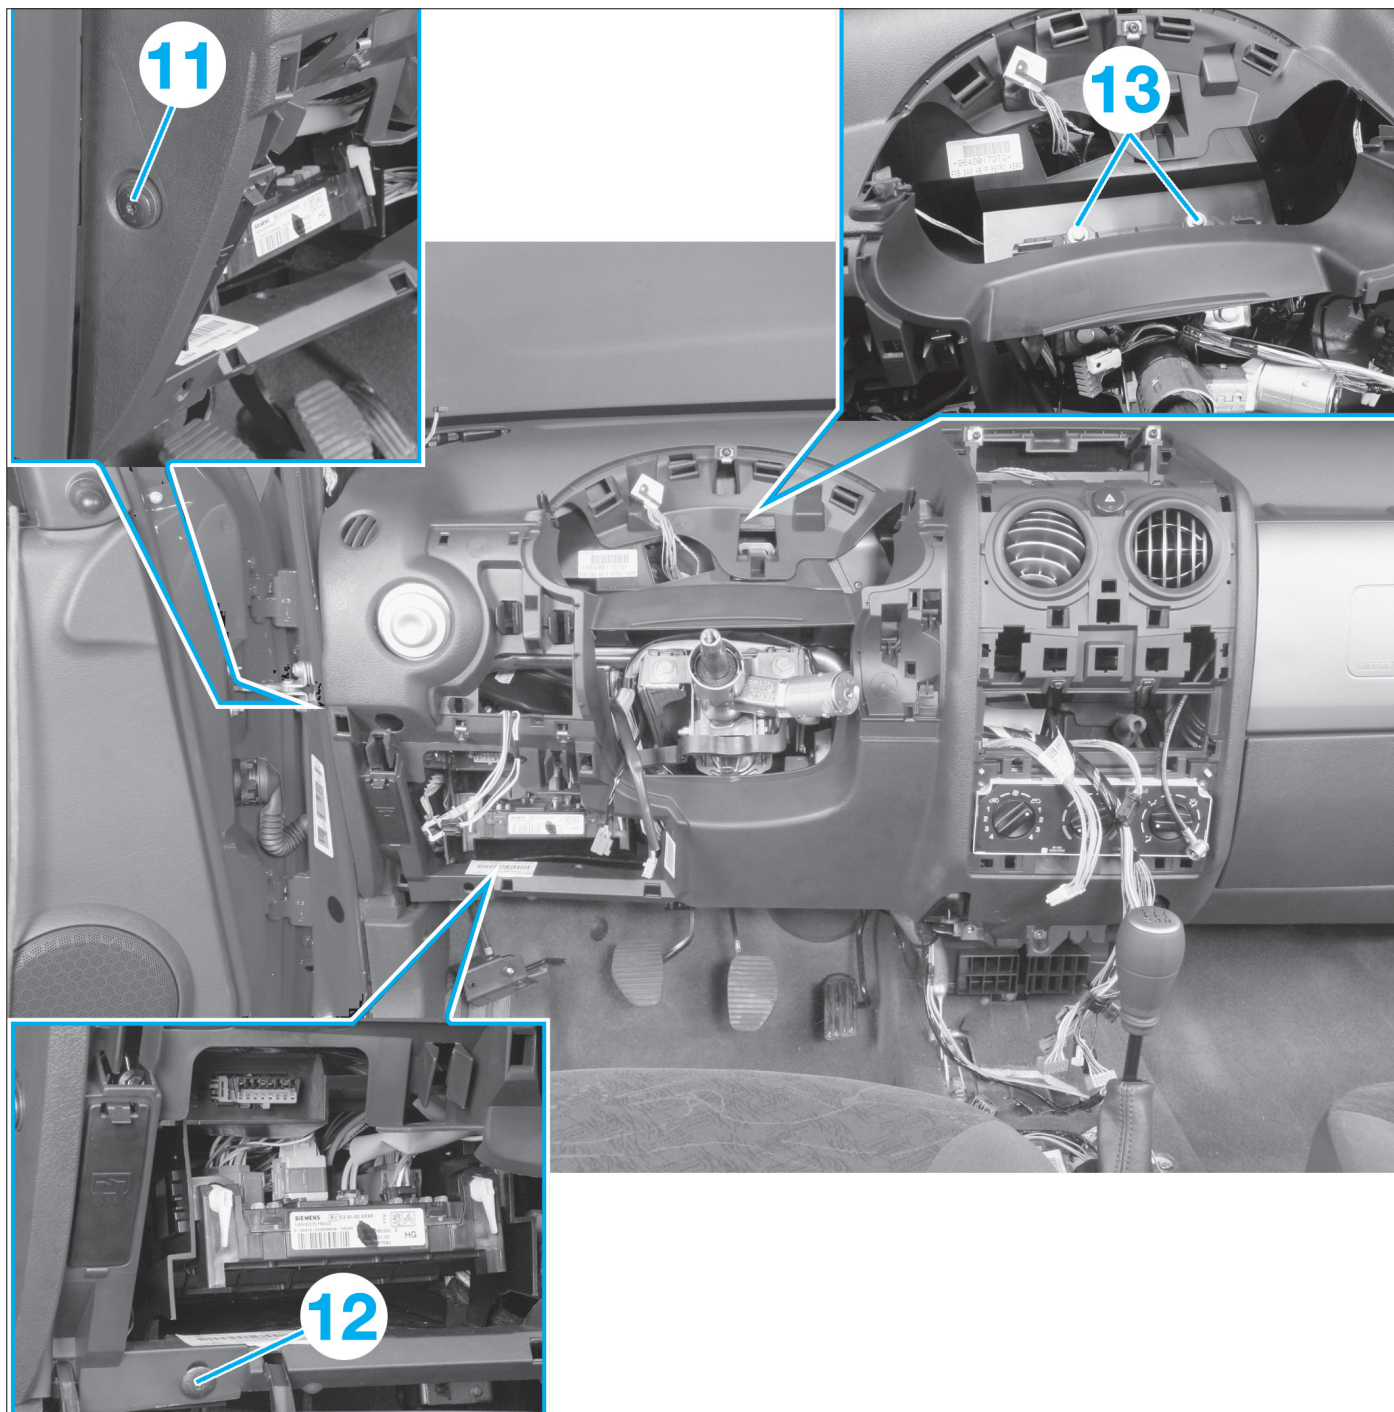
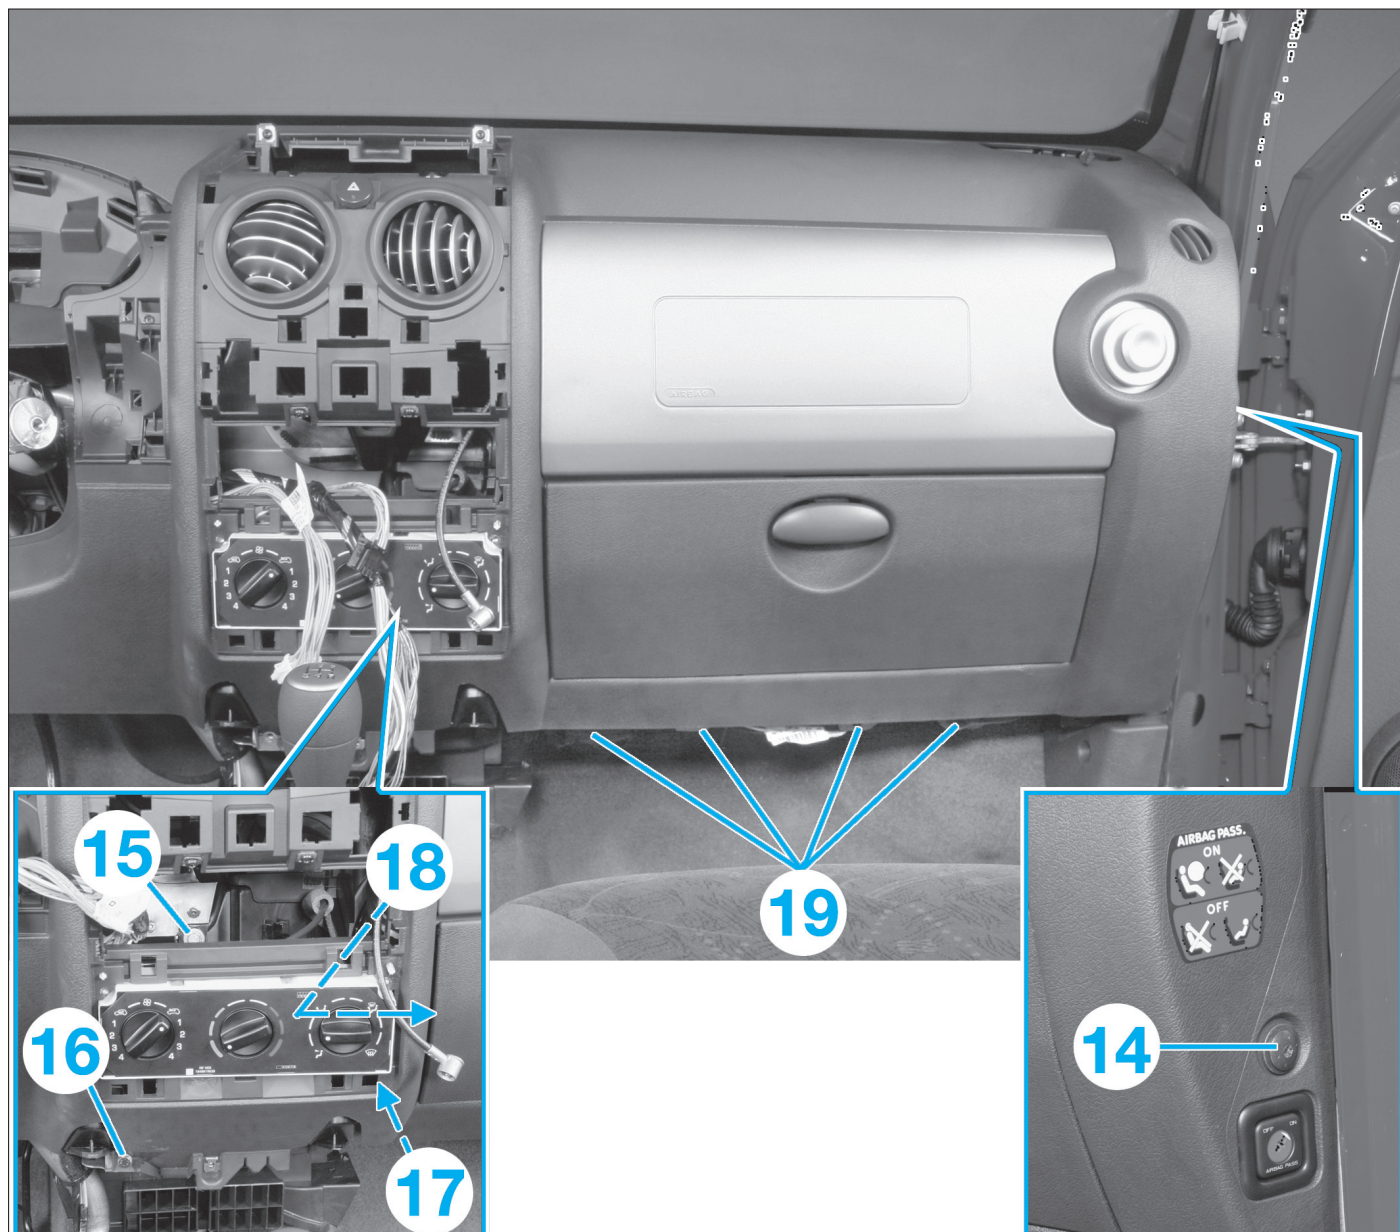

FIG. 35
FIG. 36
- De part et d'autre de la planche, déposer les vis (11) et (14) (**Fig.35**) et (**Fig.36**).
- À la base de la boîte à fusibles, déposer la vis (12).
- À l'emplacement du combiné d'instruments, déposer les 2 vis (13).
- Dans le logement de l'autoradio, déposer la vis (15) (Fig.36).